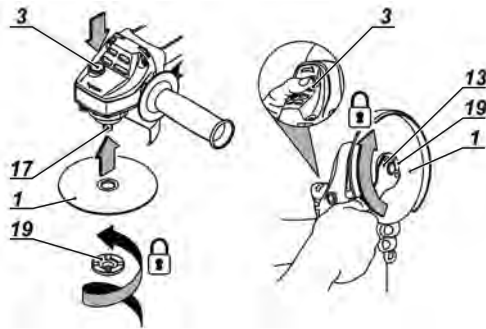

Fig. 8 – Cambio del disco
6 - Coloque la tuerca (19) en el eje y apriétela con la llave (13), Fig. 8;